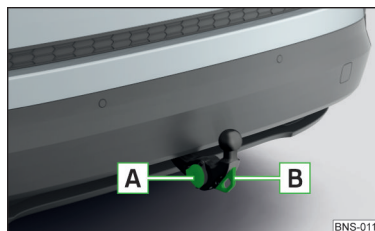

Fig. 322
- Branchez la prise mâle du câble de la remorque/de l'accessoire dans la prise à 13 pôles **A** » fig. 322. (Lorsque la remorque/l'accessoire dispose d'une fiche 7 pôles, utilisez un raccord réducteur correspondant des accessoires d'origine ŠKODA).